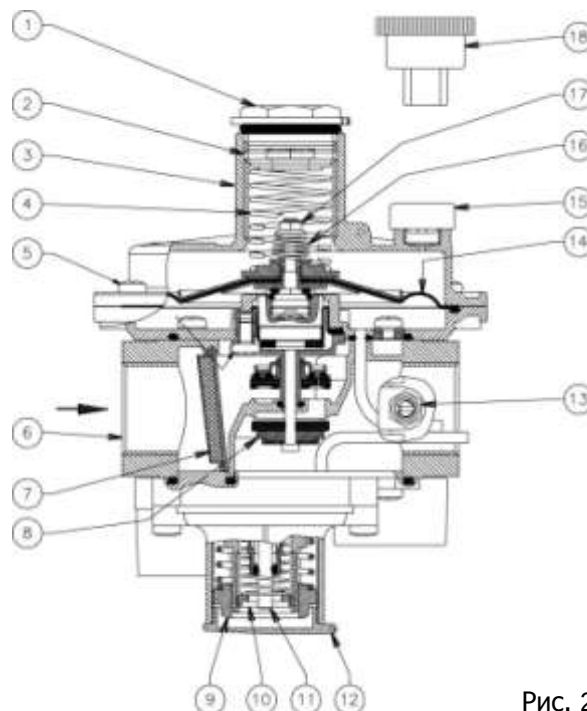

Рис. 2
Регулятор (рис. 2) состоит из: колпачок регулятора (1); винт настройки выходного давления (2); раструб (3); пружина настройки выходного давления (4); винты фиксации раструба (5); корпус регулятора (6); фильтрующий элемент (7); затвор регулятора (8); винт настройки запорного клапана избыточного давления (9); винт настройки запорного клапана недостаточного давления (10); рычаг взвода регулятора (11); колпачок запорного клапана (12); штуцер диагностики выходного давления (13); рабочая мембрана (14); пылезащитный колпачок (15); пружина настройки сбросного клапана (16); винт настройки сбросного клапана (17); ключ для настройки (18).